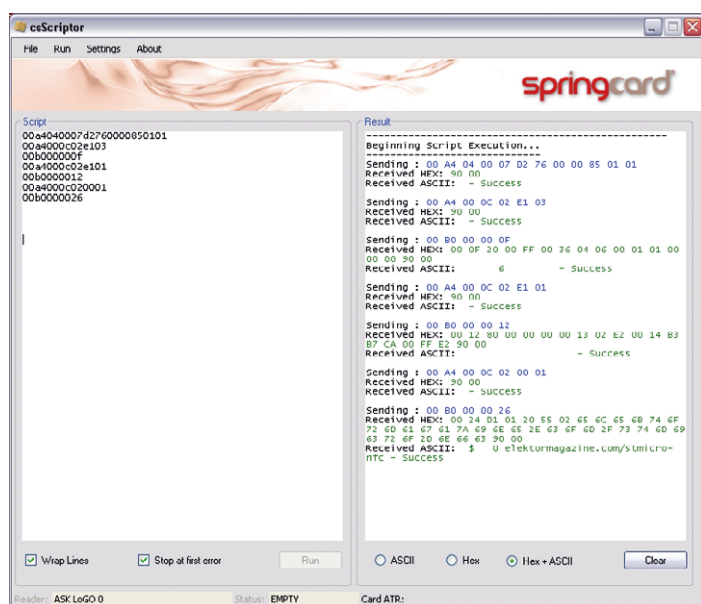
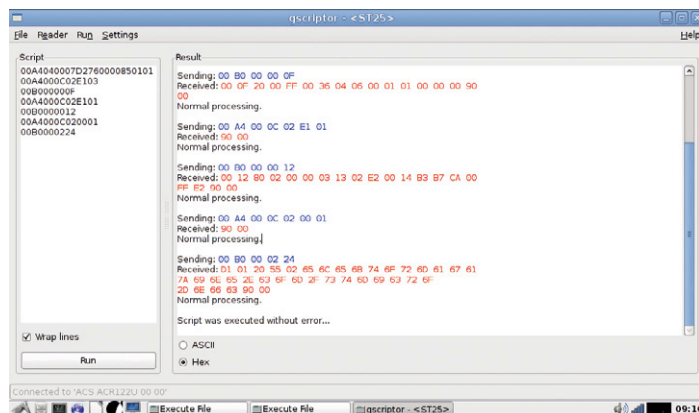

Figure 1. Exploration de la mémoire de la balise NFC avec csScriptor sous Windows. On voit que la balise renvoie 9000h si la commande de sélection a réussi.
Figure 2. Exploration de la mémoire de la balise NFC avec Gscriptor sous Linux. On retrouve le même contenu (fichier système, NDEF) que sous Windows.
Bien entendu, des variantes sont possibles (**fig. 1** et **fig. 2**) ! Non modifiable, le *Capability Container* (CC) contient surtout des informations que nous connaissons déjà (mais qu'un programme applicatif peut ignorer) comme la taille de la mémoire et l'identifiant du fichier NDEF. Alors, passons !